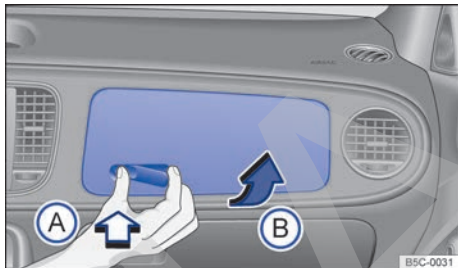

Fig. 121 En el lado del acompañante: abrir la guantera superior.
- Para *abrir* la guantera, presione sobre la cavidad de la manilla → fig. 121 (flecha A). A continuación abra la tapa de la guantera tirando hacia arriba de la manilla que sobresale → fig. 121 (flecha B).